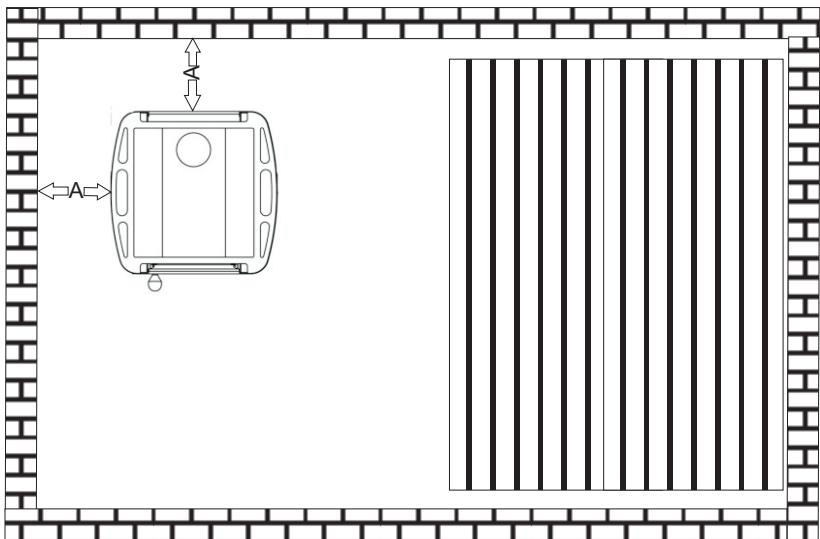

Рис. 1
- при установці кам'янки поблизу бетонних стін мінімальна відстань до стінки кам'янки має бути не менше $A=50\text{mm}$ для забезпечення належної циркуляції повітря. (Рис.1)
- при установке каменки вблизи бетонных стен минимальное расстояние до стенки каменки должно быть не менее А=50мм для обеспечения надлежащей циркуляции воздуха. (Рис.1)